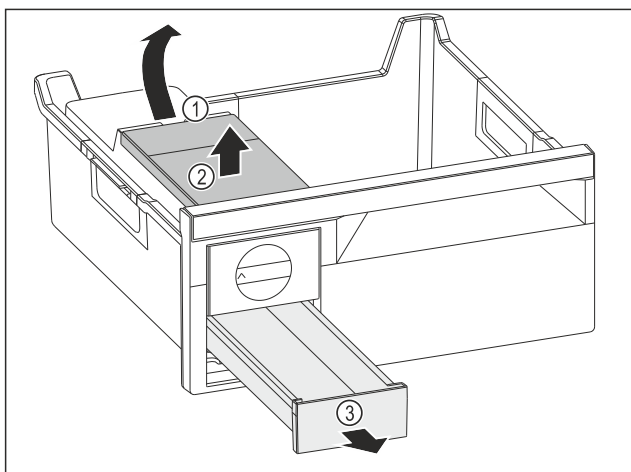

Fig. 90
- Vyjmutí nádržky na vodu: Zvedněte nádržku na vodu za vybrání Fig. 90 (1).
- Nádržku na vodu Fig. 90 (2) vyjměte nahoru.
- Zásuvku na kostky ledu Fig. 90 (3) vyjměte dopředu.